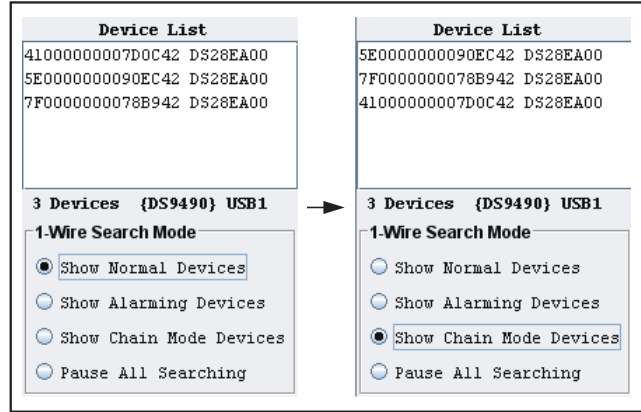

図4. OneWireViewerにおける通常モードとチェーンモードの検索
- 2) **Search Mode (検索モード)**。図3の左下に、3種類の検索モードと**Pause All Searching**(全検索の非表示)が並んでいます。**Show Normal Devices**(通常デバイスの表示)モードは実際には二分木探索のため、デバイスリスト中のデバイスの順序は物理的な接続シーケンスを示すものではありません。**Show Alarming Devices**(アラーム状態デバイスの表示)は、温度が高温アラームトリップポイントより高い、または低温トリップポイントより低いDS28EA00などアラームが発生しているデバイスを見つける検索モードです。最後の**Show Chain Mode Devices**(チェーンモードデバイスの表示)は、OneWireViewerのデバイスリストの順序を物理的な接続シーケンスの順序に合わせる検索モードです。非チェーンモードのデバイスがネットワークに接続されている場合、そのデバイスは検索の対象ならず、デバイスリストに表示されません。図4に示すチェーンモード検索の例を参照してください。
図4に示すOneWireViewerのデバイスリストの2つのスクリーンショットを参照してください。チェーンモードの検索ではOneWireViewerのデバイスリストが物理的な接続シーケンスの順番に並び、通常モードの検索ではデバイスリストが1-Wireの検索アルゴリズムの順番に並び、これを覚えておいてください。第1のスクリーンショットが通常モードの検索を、第2のスクリーンショットがチェーンモードの検索を示しています。それぞれの1-Wire検索モードを選択したときデバイスリストの並び方がどう変化するかは注意してください。